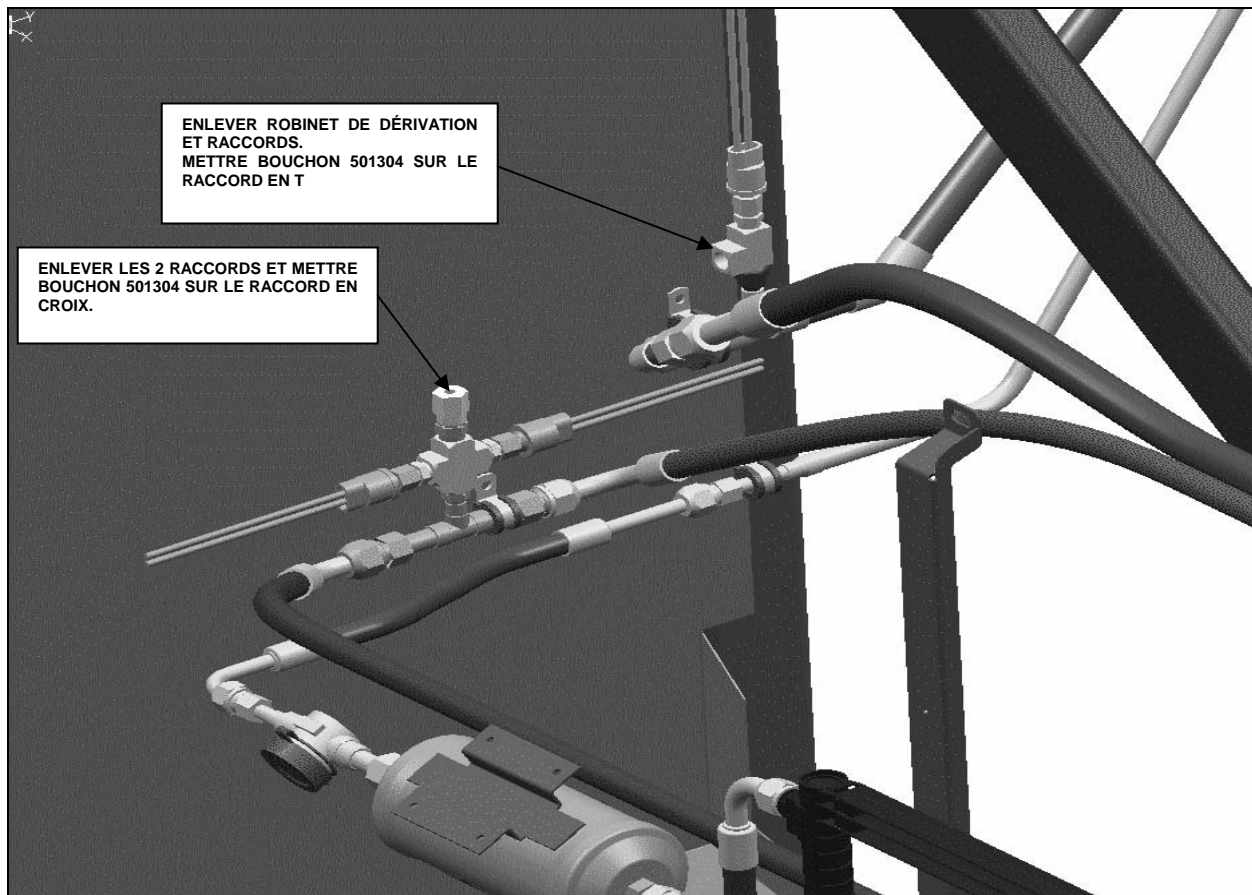

FIGURE 17
6. Déconnecter le boyau de basse pression puis retirer l'ensemble soupape de dérivation, visser le bouchon mâle (501304) sur le raccord en T du manostat de basse pression. Visser également un bouchon mâle (501304) sur le raccord en croix du côté haute pression (voir figure 17).